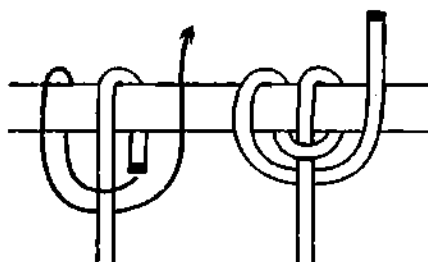
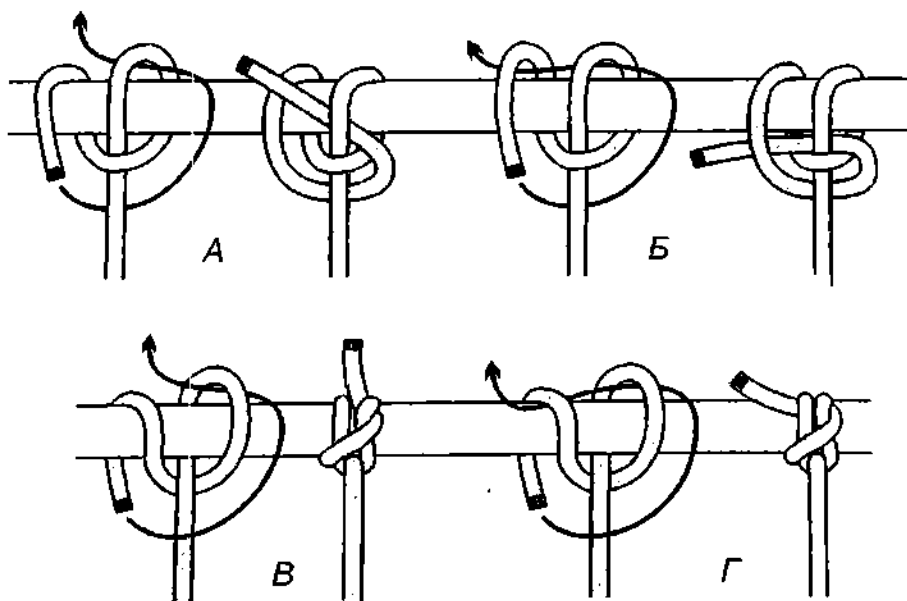
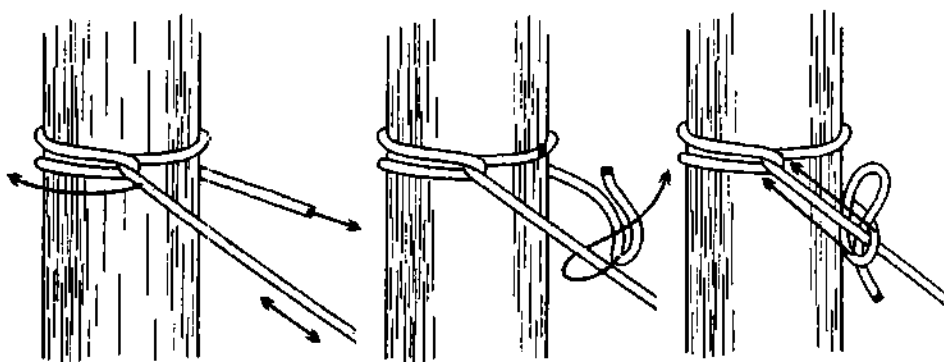

Рис. 660. Зигзаговый узел.
Рис. 661. Варианты завязывания зигзагового узла с подоткнутым концом
Рис. 663. Крепление и натяжение верёвки с помощью **зигзагового узла**.
*Зигзаговый узел* очень прост, красив и надёжен (рис. 660). *Зигзаговый узел* легко запоминается, но медленно вяжется, так как ходовой конец приходится обносить вокруг опоры несколько раз, и чем больше шлагов кладётся, тем больше уходит времени на завязывание узла. Чаще всего трёх шлагов вполне достаточно. Ходовой конец закрепляется или в самом узле (рис. 661) или завязывается любой контрольный узел, чаще всего быстроразвязывающийся (рис. 663). При завязывании узла, верёвку можно использовать как одинарную, так и двойную.